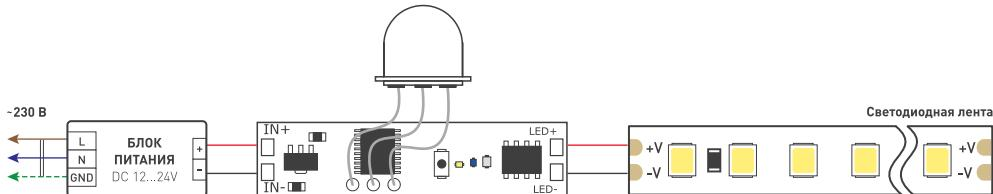

Рисунок 4. Схема подключения ИК-выключателя.
- 3.4. Подключите светодиодную ленту к выходу ИК-выключателя, соблюдая полярность [см. Рис. 4].
- 3.5. Подключите питание ко входу ИК-выключателя, соблюдая полярность [см. Рис. 4]. Напряжение питания должно соответствовать напряжению подключенной светодиодной ленты.